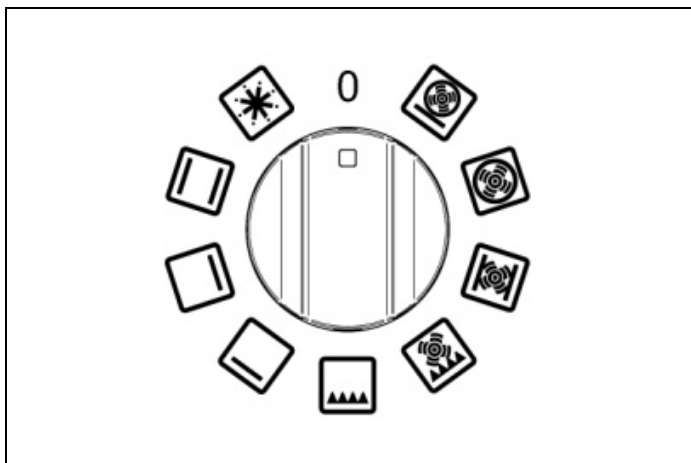
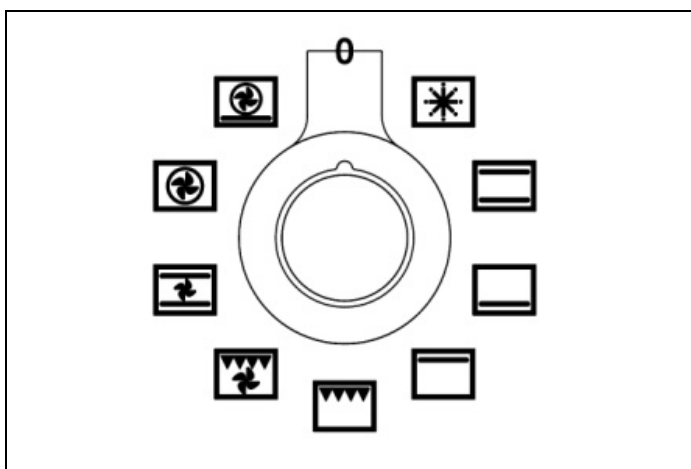
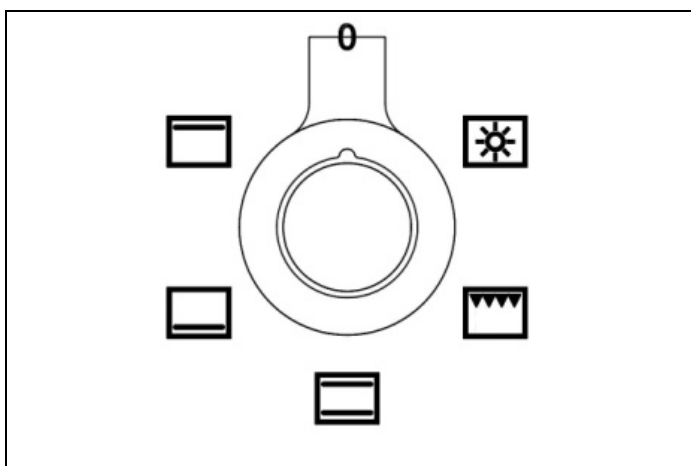

Fig. 24
Fig. 25
Fig. 26
- 1) Vrid funktionsvredet (Fig. 24 - Fig. 25 och Fig. 26 ) medurs för att välja önskad funktion.